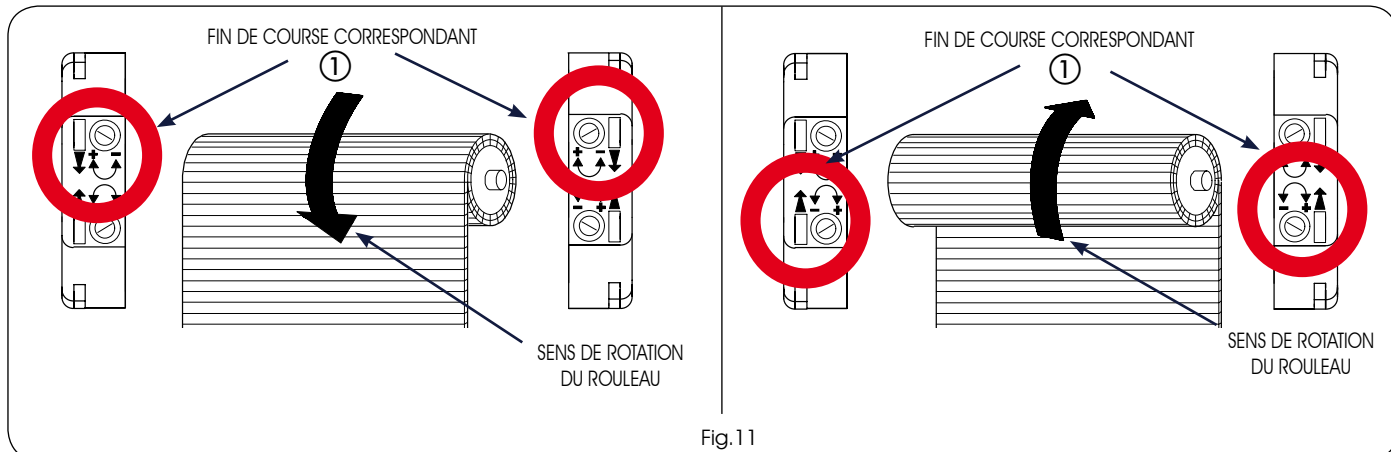

Fig.11
Pour faciliter l'identification des vis de réglage des fins de course, faire référence aux figures 11 - 12 suivant le côté de montage du moteur (DR ou GAU), et à la configuration du caisson (interne ou externe).
- 2) Avec l'outil de réglage (Fig.1 réf.⑤), tourner la vis du fin de course correspondant au sens de rotation de descente du rouleau (Fig.11 réf.①), vers le signe plus (+) pour augmenter la course du rideau à enroulement, vers le signe moins (-) pour la diminuer.